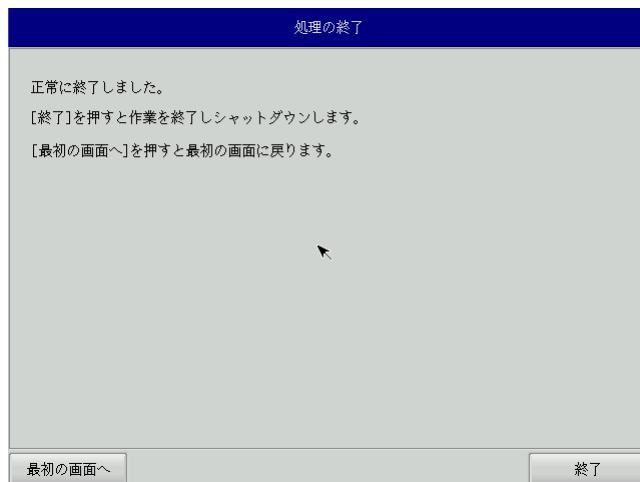

図 6-3-8. 終了画面
- ⑬ 終了画面（図 6-3-8）が表示されるとバックアップ作業は完了です。[終了]ボタンを押して電源を落してください。